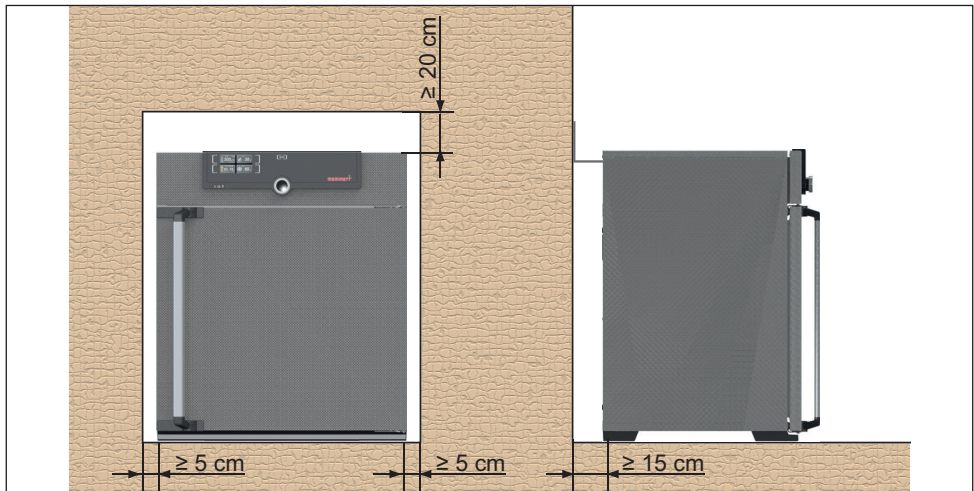

Abb. 8 Mindestabstände zu Wänden und zur Decke
Der Abstand zwischen Wand und Geräterückwand muss mindestens 15 cm betragen. Der Abstand zur Decke darf 20 cm und der seitliche Abstand zur Wand oder zu einem benachbarten Gerät 5 cm nicht unterschreiten (Abb. 8). Grundsätzlich ist eine ausreichende Luftzirkulation in der Geräteumgebung sicherzustellen.
2. Kippsicherung im gewünschten Wandabstand um 90° nach oben biegen (Mindestabstand zur Wand beachten, siehe Abb. 8).